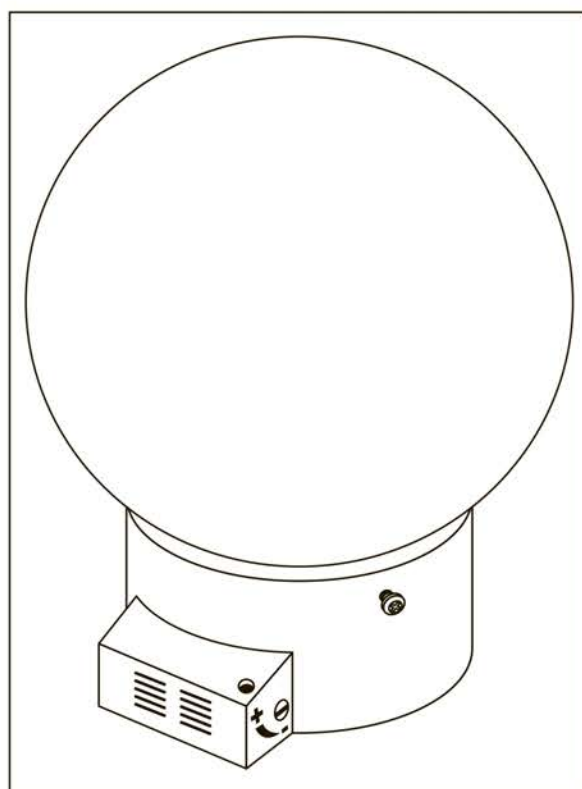

Рис. 2. Светильник в сборе со светорассеивателем
- **Внимание!** Эксплуатация допускается только со светорассеивателем с застопоренным винтом, Рис. 2!